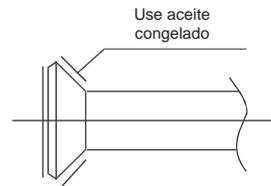

Fig. 8-1
- 2 Aplique aceite congelado en la superficie abocardada de la tubería y las tuercas de unión, gire con las manos 3 ó 4 veces antes de apretar las tuercas del abocardado. (vea la Fig. 8-1)